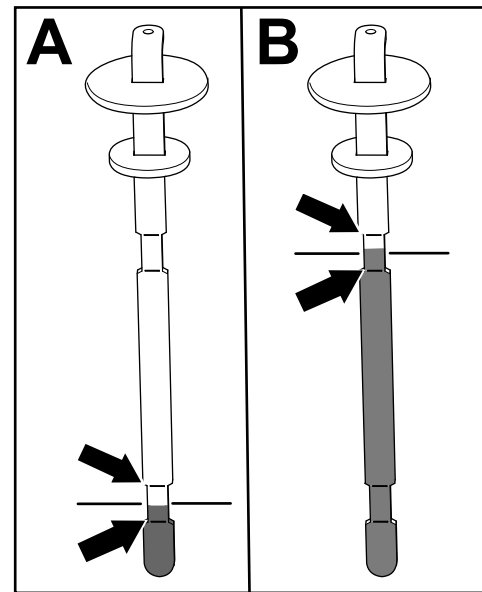

Bild 79
5. Nehmen Sie den Peilstab wieder heraus und prüfen Sie den Ölstand (Bild 79).
- **Bei angebautem Mähwerk:** Der Hydraulikölstand ist korrekt, wenn sich die Flüssigkeit zwischen den beiden Markierungen auf dem Ölpeilstab abzeichnet (A in Bild 79). Liegt der Flüssigkeitsstand über den unteren Markierungen ist dies auch ausreichend.
- **Bei installiertem Schlauchkit für hydraulische betriebene Anbaugeräte:** Der Hydraulikölstand ist korrekt, wenn sich die Flüssigkeit zwischen den beiden oberen Markierungen auf dem Ölpeilstab abzeichnet (B in Bild 79).